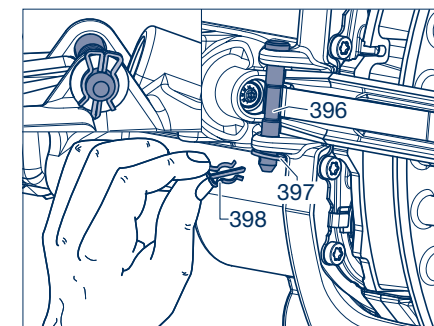

Рисунок 12
- [20] Вставить палец (396) сверху, установить шайбу (397) и пружинный шплинт (398). Следить за тем, чтобы шплинт находился в правильном монтажном положении, чтобы было достаточно свободного места для обода (см. рис. 12, сверху).